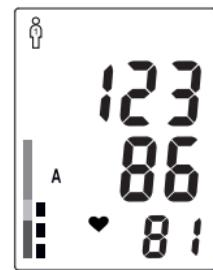
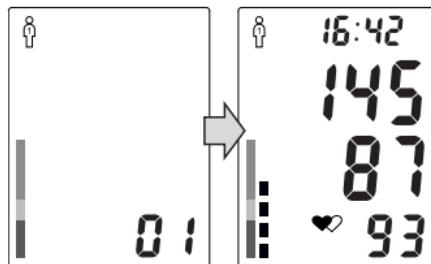

Рис.17
Рис.18
3. Просмотреть содержимое памяти прибора Вы можете, нажав кнопку M1 или M2. При первом нажатии кнопки M1 (или M2 ) на экране появится среднее значение 3-х последних измерений, сохраненных в память M1 (или M2), обозначенная символом «A» (рис. 17). При повторном нажатии кнопки M1 (или M2) на экране появится индикатор выбранной памяти M1 (или M2 ) и номер ячейки памяти, а через 1 секунду отображается ее содержимое (рис. 18). При отображении содержимого ячейки памяти, дата и время измерения индицируются попеременно в нижней строке дисплея. Каждое нажатие кнопки M1 (или M2) вызывает переход к следующей ячейке памяти.